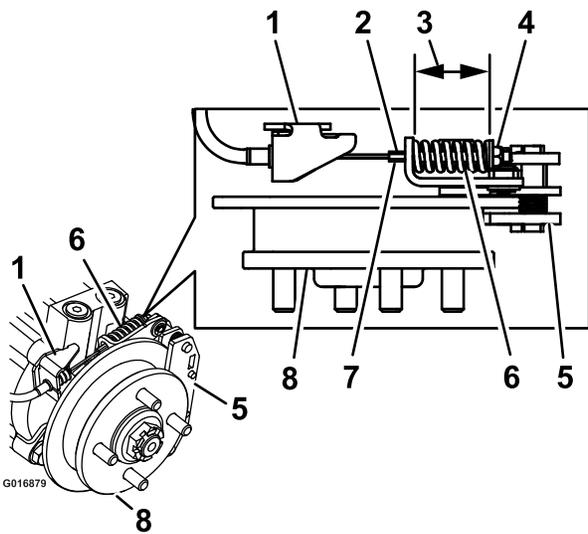

Figure 72
9. Maintenez l'extrémité de la tige filetée avec un outil et ajustez le contre-écrou jusqu'à ce que la longueur du ressort se situe entre 3,8 et 4 cm (1-1/2 et 1-9/16 po); voir Figure 72. Le câble ne doit pas tourner quand les écrous sont desserrés.